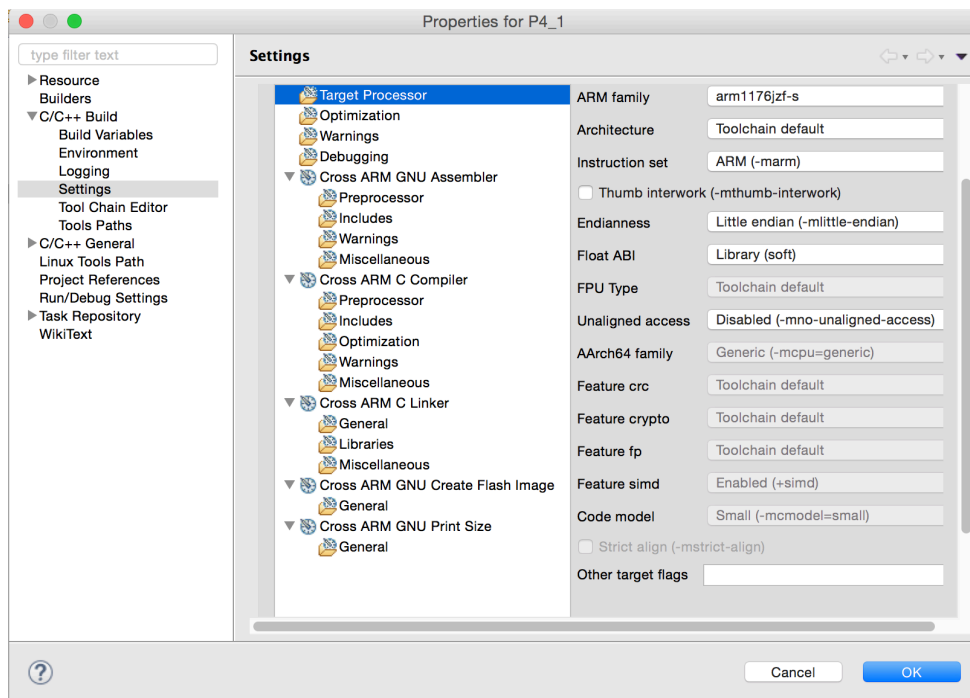

Figura 3.8: Ventana de propiedades (properties) del proyecto.
7. Por último debemos configurar el proyecto para que la compilación se realice correctamente. Para ello seleccionamos el proyecto en el panel izquierdo, pulsamos el botón derecho del ratón y seleccionamos la entrada **Properties** en la parte inferior del desplegable. Con ello se abrirá una ventana como la que muestra la Figura 3.8. En esta ventana seleccionamos **C/C++ Build**→**Settings** y